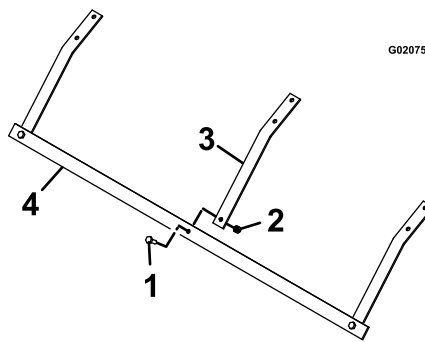

Figura 3
1. Ensamble las tres pletinas cortas debajo de una de las pletinas largas usando los herrajes indicados en Figura 3.